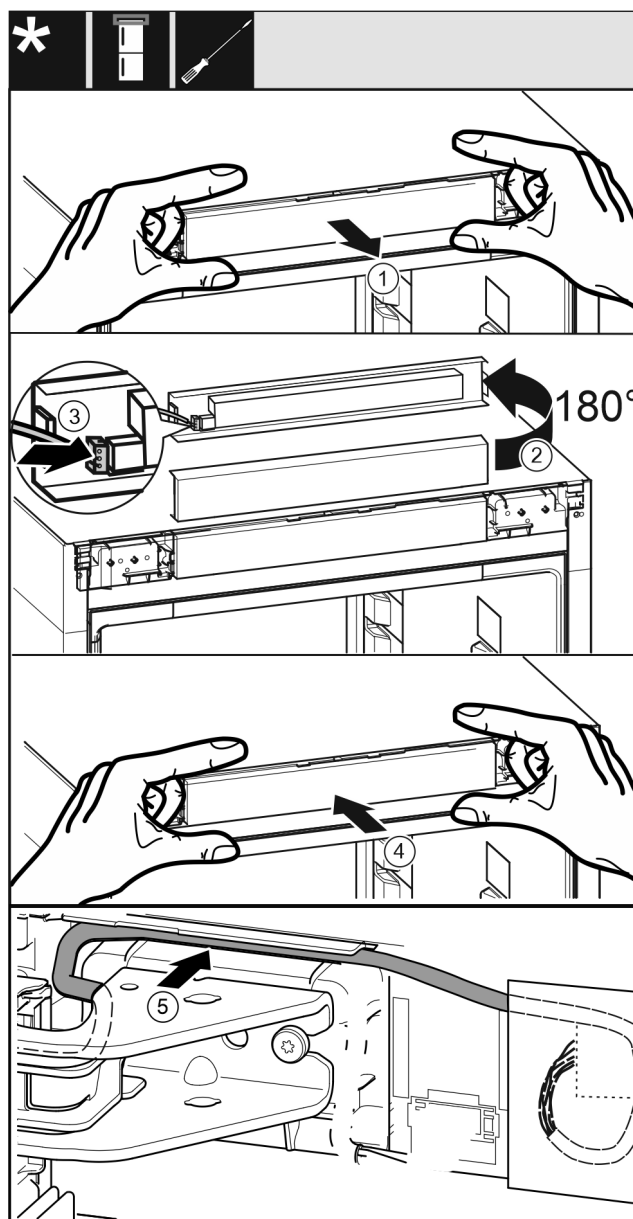

Fig. 62
- ▶ Opatrně vyjměte panel Fig. 62 (1).
- ▶ Panel Fig. 62 (2) otočte nahoru o 180°.
- ▶ Zástrčka Fig. 62 (3) zacvakne do panelu.
- ▶ Nasadte panel Fig. 62 (4) zpět na spotřebič.
- ▶ Kabel Fig. 62 (5) opatrně položte ve vedení nad horním stojanem ložiska.